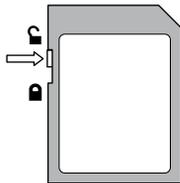

Abbildung 12.2.1b Schreibe-Verriegelung
3. Stellen Sie sicher, dass die neue Karte nicht schreibgeschützt ist (Abbildung 12.2.1b). Schieben Sie die Karte in den Slot und drücken Sie sie auf Position.